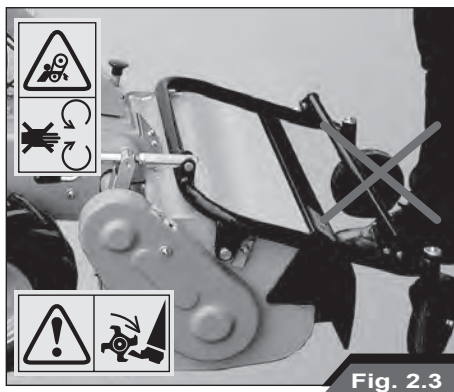

Fig. 2.3
- Avant de démarrer la machine, assurez-vous toujours que personne ne se trouve près du rotor à lames (Fig. 2.3).